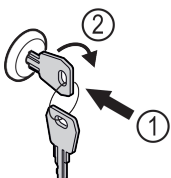

Fig. 140
- ▶ Insérer la clé Fig. 140 (1).
- ▶ Tourner la clé à 90° dans le sens horaire Fig. 140 (2).